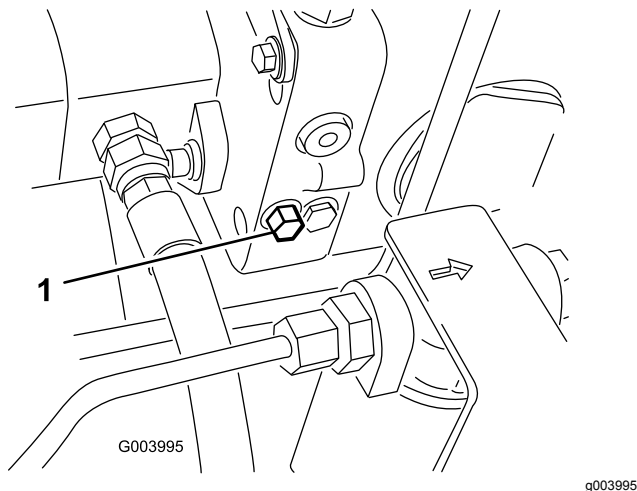

Figure 42
1. Localisez la vanne de dérivation sur le côté gauche de l'hydrostat (Figure 42) et tournez le boulon une fois et demie pour ouvrir la vanne et permettre la dérivation interne de l'huile.